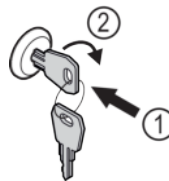

Fig. 92
- Schlüssel hineindrücken Fig. 92 (1).
- Schlüssel um 90° im Uhrzeigersinn drehen Fig. 92 (2).